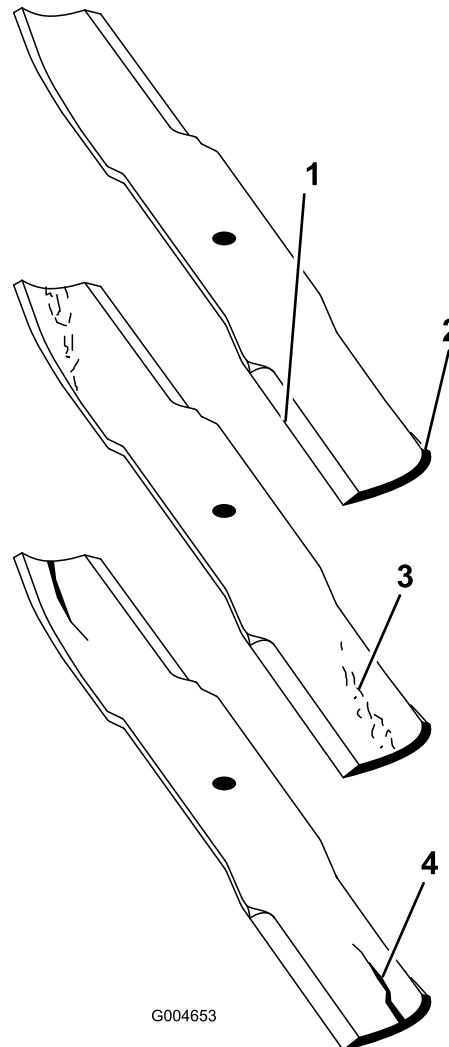

Рисунок 91
2. Осторожно проверьте режущие кромки ножей, особенно в точке соединения плоской и изогнутой частей ножа (Рисунок 91).
Примечание: Так как песок и абразивные материалы могут вызвать износ металла, соединяющего плоскую и изогнутую части ножа, проверьте нож перед использованием газонокосилки. Если нож изношен (Рисунок 91), замените его.